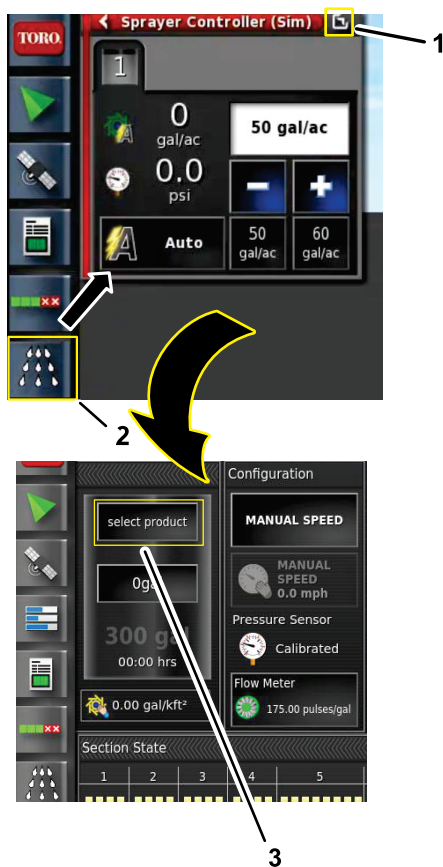

Рисунок 115
2. Нажмите на значок КОНТРОЛЛЕРА ОПРЫСКИВАТЕЛЯ и нажмите значок «развернуть экран» на панели контроллера опрыскивателя (Рисунок 115).
3. Нажмите на значок ПАРАМЕТРОВ МАТЕРИАЛА (Рисунок 115).